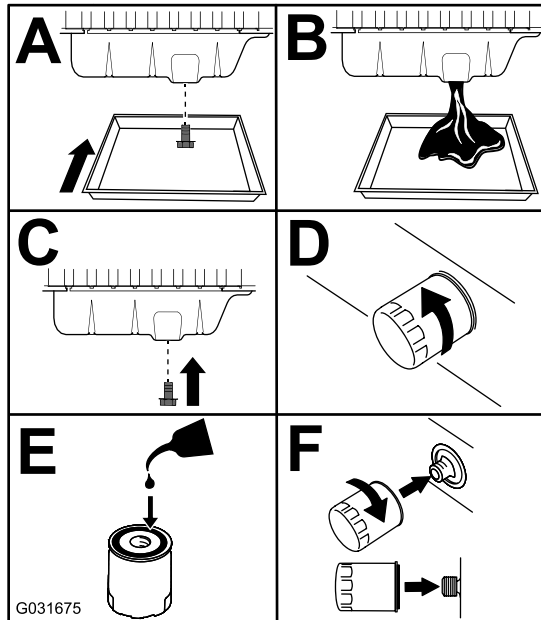

Bild 72
3. Tauschen Sie das Motoröl und den Motorölfilter aus (Bild 72).